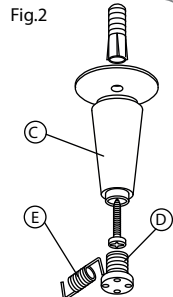

Fig.4
5. Collocare la tela, mettendo i fori F agli stremi della molla fig 4.
5. Placer la toile en mettant les trous F aux extremités du ressort fig 4.
5. Colocar la tela metiendo los agujeros F en los extremos del muelle fig. 4.